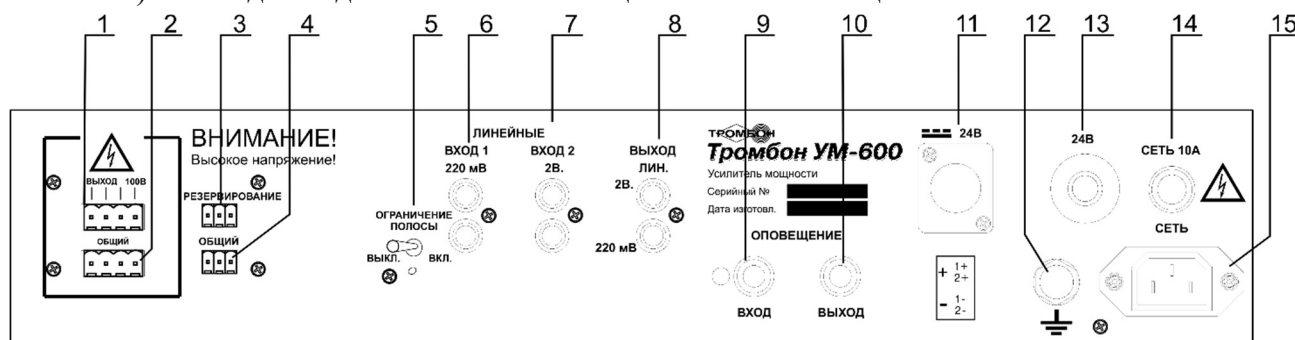

Рисунок 2 – Эскиз задней панели Усилителя
Для резервирования усилителей мощности задействуются разъёмы «РЕЗЕРВИРОВАНИЕ» и «ОБЩИЙ» (рисунок 2, поз. 3 и поз. 4). При резервировании усилителей мощности разъём «РЕЗЕРВИРОВАНИЕ» – входной, разъём «ОБЩИЙ» – выходной. Включаются усилители мощности по этим разъёмам последовательно друг за другом. Выходные разъёмы основного и резервного усилителей мощности «100 В» и «ОБЩИЙ» (рисунок 2, поз. 1 и поз. 2) включаются параллельно. По входам «ОПОВЕЩЕНИЕ» (рисунок 2, поз. 9 и поз. 10) усилители мощности подключаются последовательно друг за другом. Схема подключения усилителей при резервировании представлена в Приложении А на рисунке 5.
8. Выключатель ограничения полосы Усилителя (рисунок 2, поз. 5) должен быть включён при работе Усилителя на рупорные громкоговорители. Это вызвано тем, что наиболее эффективно рупорные громкоговорители имеют наибольшую отдачу в полосе частот от 300 до 3500 Гц. (при подаче на рупорный громкоговоритель широкополосного сигнала от 100 до 20000 Гц его звуковое давление падает на от 30 до 50% от его паспортного значения).